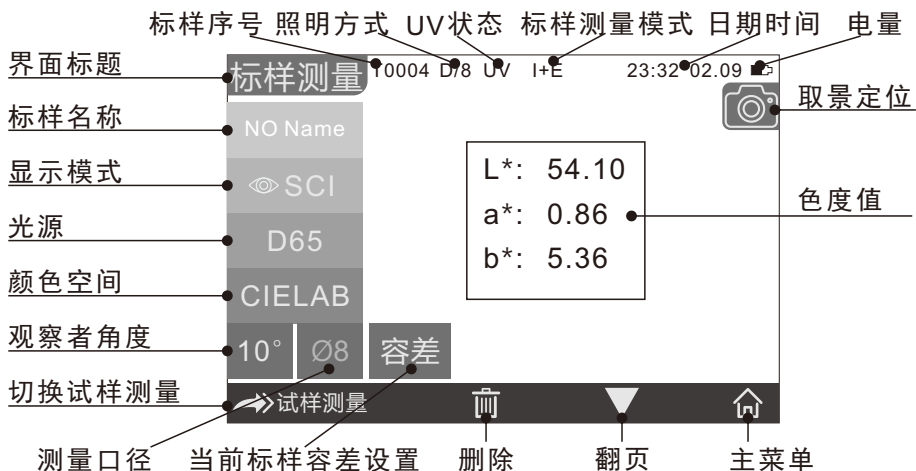
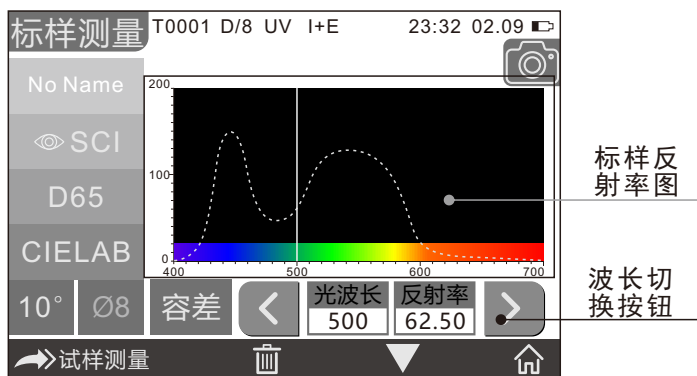

图10 标样测量界面
图11 标样反射率光谱图界面
在标样测量界面，将仪器测量口径对准被测样品，贴紧，轻轻按压测试按键，蜂鸣器会“滴”的一声，同时伴随LED指示灯由黄色变为绿色，代表本次测试完成。测试完成后界面如图10、图11所示，下面就标样界面做详细说明。
15) 波长切换按钮：如图11，点击“”“”按钮，当前测试样品光波长和反射率以间隔10nm的频度进行切换。